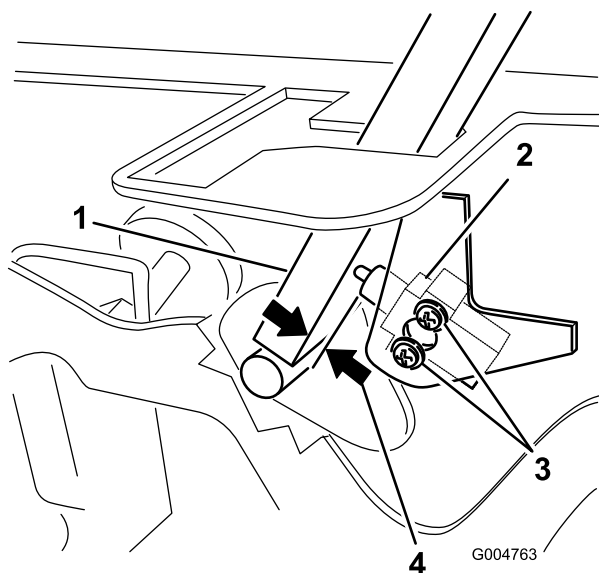

Figure 70
3. Desserrez les 2 vis de fixation du contacteur de sécurité (Figure 70).
- Maintenez le levier de commande contre le châssis et rapprochez le contacteur du levier jusqu'à ce qu'ils soient espacés de 0,4 à 1 mm (0,015 à 0,045 po) (Figure 70).